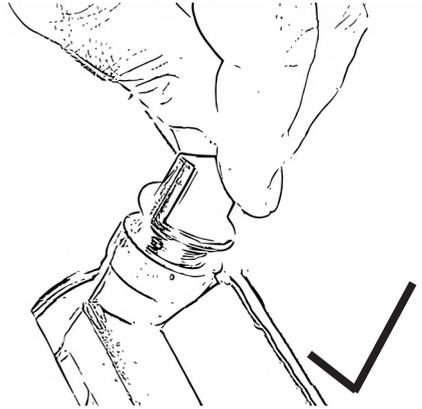

Bild 3
- Skruva loss oljepåfyllningspluggarna med ansluten oljesticka, Fig. 3.